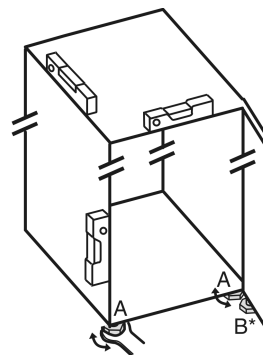

Fig. 2
- ▶ Stellfüße Fig. 2 (A) mit beiliegendem Gabelschlüssel und mit Hilfe einer Wasserwaage herausdrehen, bis das Gerät fest und ebenstehend ausgerichtet ist.
- Stellfuß Fig. 2 (B) am Lagerbock mit beiliegendem Gabelschlüssel herausdrehen, bis er auf dem Boden aufliegt.
- Stellfuß Fig. 2 (B) um 90° weiter drehen.